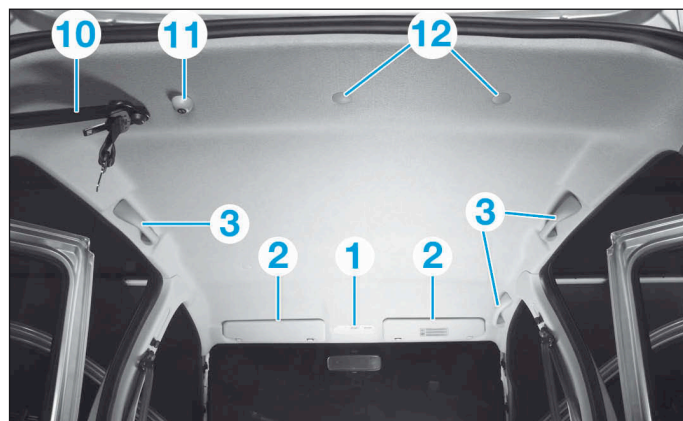
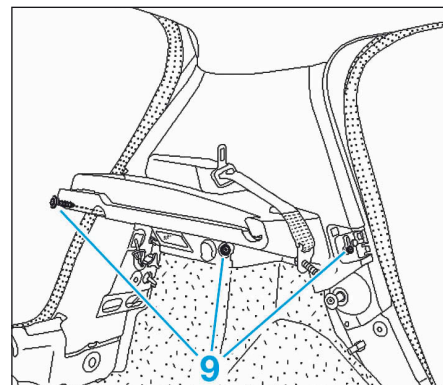
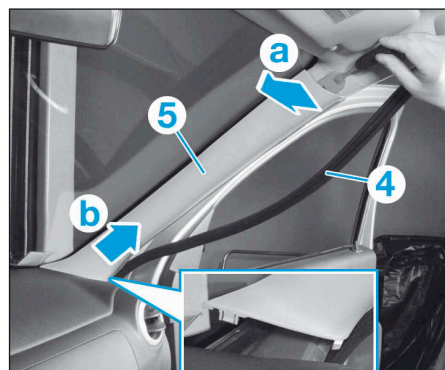
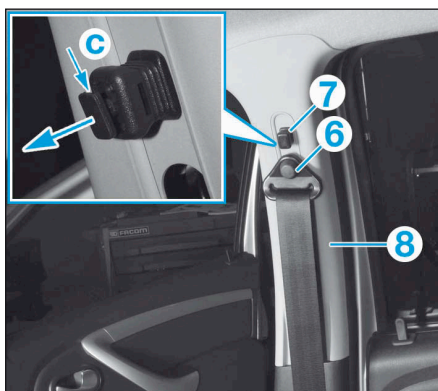

FIG.29
FIG.32
FIG.30
FIG.31
- Déposer (Fig.29) :
- le plafonnier (1),
- les pare-soleil (2),
- les poignées de maintien (3).
- De chaque côté (Fig.30) :
- Dégager le joint d'entourage de porte (4) du montant de pare-brise.
- Dégrafer doucement la partie supérieure de la garniture de montant de pare-brise (5) en la tirant vers l'intérieur de l'habitacle (a).
- Extraire la garniture de montant de pare-brise (5) en la tirant vers le haut (b).
- De chaque côté (Fig.31) :
- Déposer le cache (6) puis la vis située derrière.
- A l'aide d'un petit tournevis plat, soulever en (c) le verrouillage et le sortir légèrement (flèche) puis déposer la commande de réglage en hauteur de la ceinture de sécurité (7).
- Déposer la garniture supérieure (8) de pied milieu.
- De chaque côté (Fig.32) :
- Déposer les vis (9) puis la garniture de custode.
- la ceinture de sécurité (10),
- l'aimant (11),
- les agrafes (12).